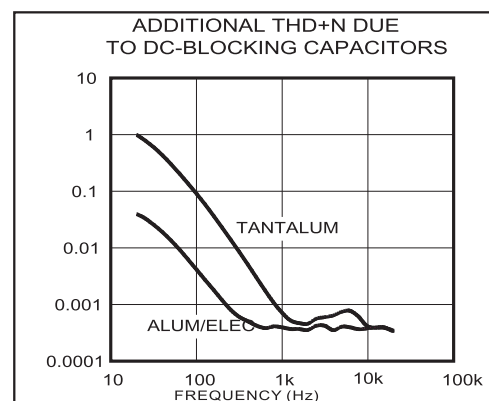

图3. 隔直流电容引起的失真
2) 随着电容值的变化以及电容两端电压的变化，隔直流电容的电压系数会导致重建音频信号的失真。在低于 -3dB 频率以下的低频范围内，容抗起主导作用，电压系数表现为失真度随频率而变化。图 3 给出了两种不同电介质电容引入的 THD+N，100Hz 以下的 THD+N 增加很快。